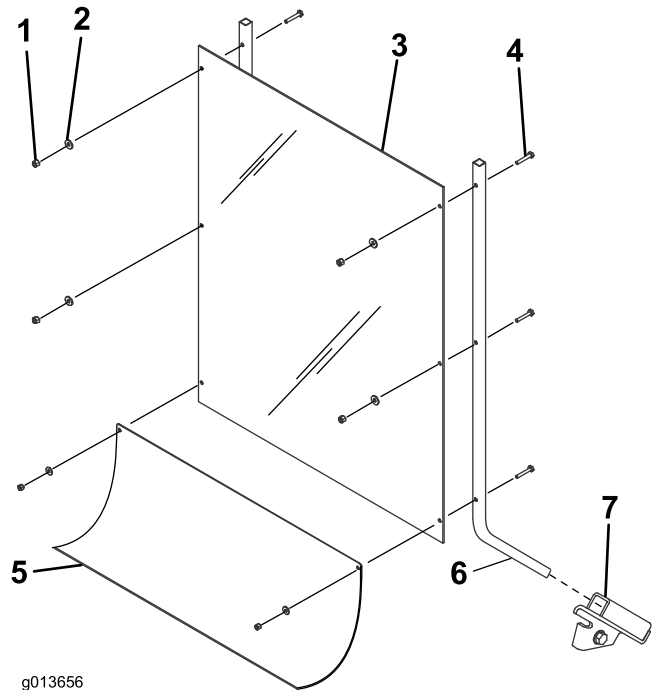

Figura 6
1. Deslice las varillas del protector en los huecos de los soportes del protector, montados en la unidad de tracción (Figura 6).
2. Monte el protector y el faldón flexible en las varillas del protector, según se muestra en Figura 6,